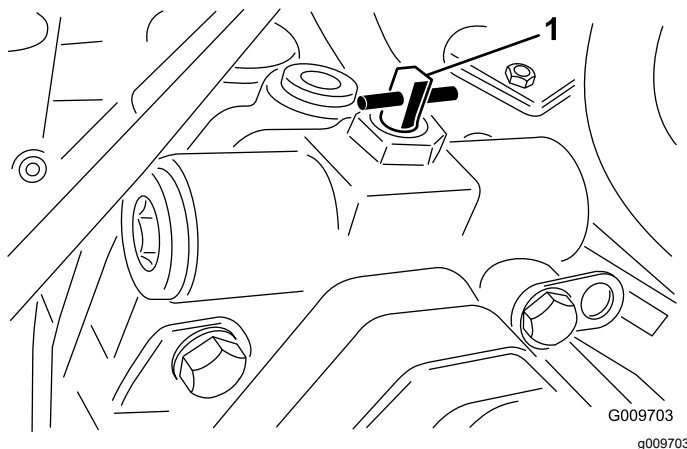

Figura 57
6. Cierre la válvula de desvío de remolcado girándola hacia atrás 90° (¼ de vuelta) antes de arrancar el motor (Figura 57).